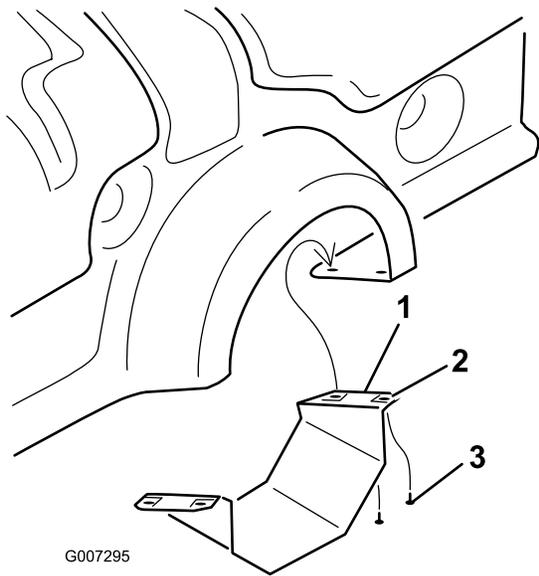

Bild 7
1. Nur ProCore 864: Nehmen Sie die untere Abdeckung der Zapfwelle ab (Bild 7).